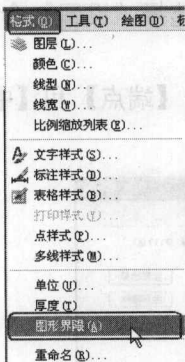

图 1-12 选择菜单命令
(1) 选择样板。启动 AutoCAD 2007, 进入 AutoCAD 界面, 选择 acadiso 样板。
(2) 执行菜单栏上的【格式】→【图形界限】命令, 如图 1-12 所示, 或在命令行中输入“limits”命令, 并回车从而执行图形界限命令。